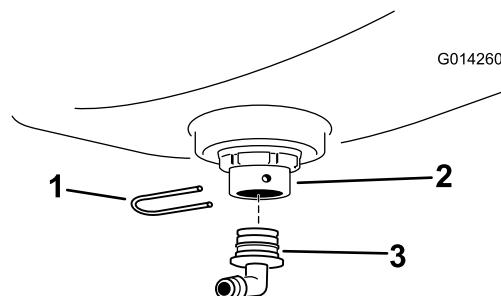

Рисунок 9
3. Установите прямоугольный штуцер на переходной штуцер и зафиксируйте его с помощью крепежной вилки (Рисунок 9).
5. Подсоедините отрезок шланга длиной 43,3 см, который вы отрезали при выполнении действий, описанных в разделе **Обрезание шланга (страница 6)**, к прямоугольному штуцеру с помощью шлангового хомута и затяните хомут от руки (Рисунок 9).